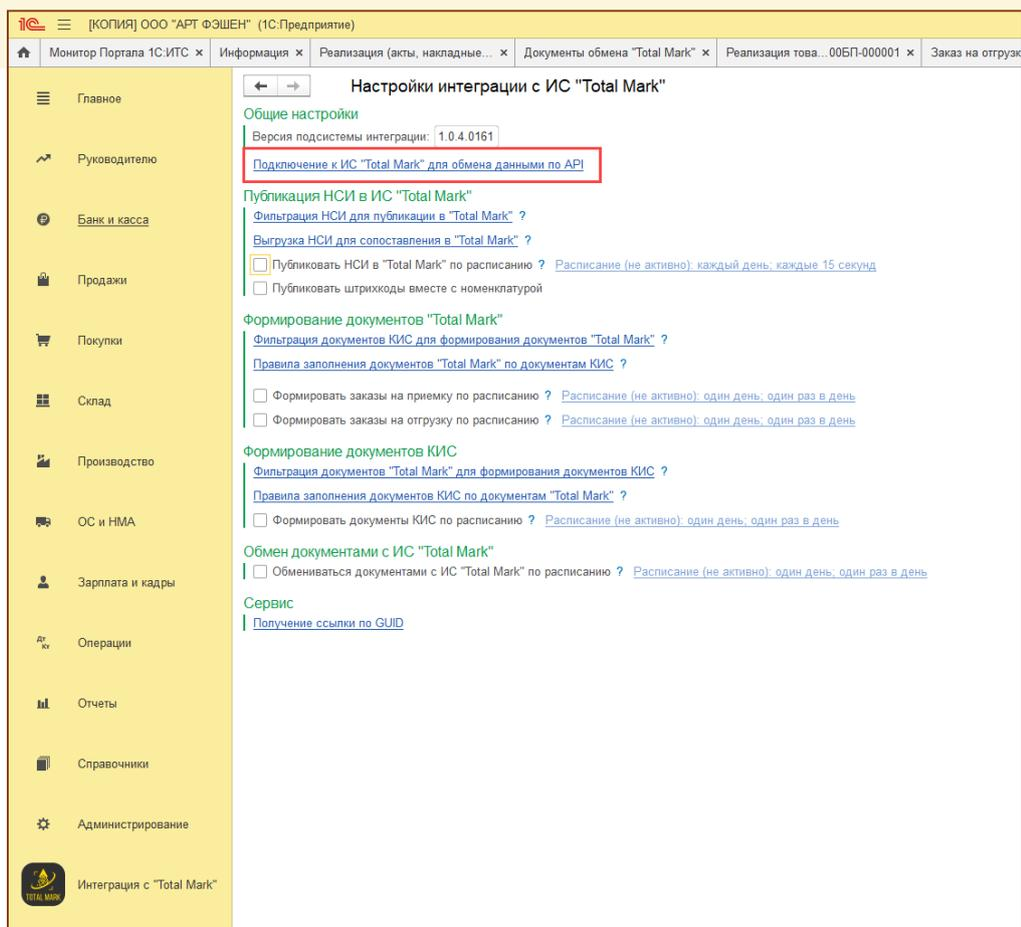
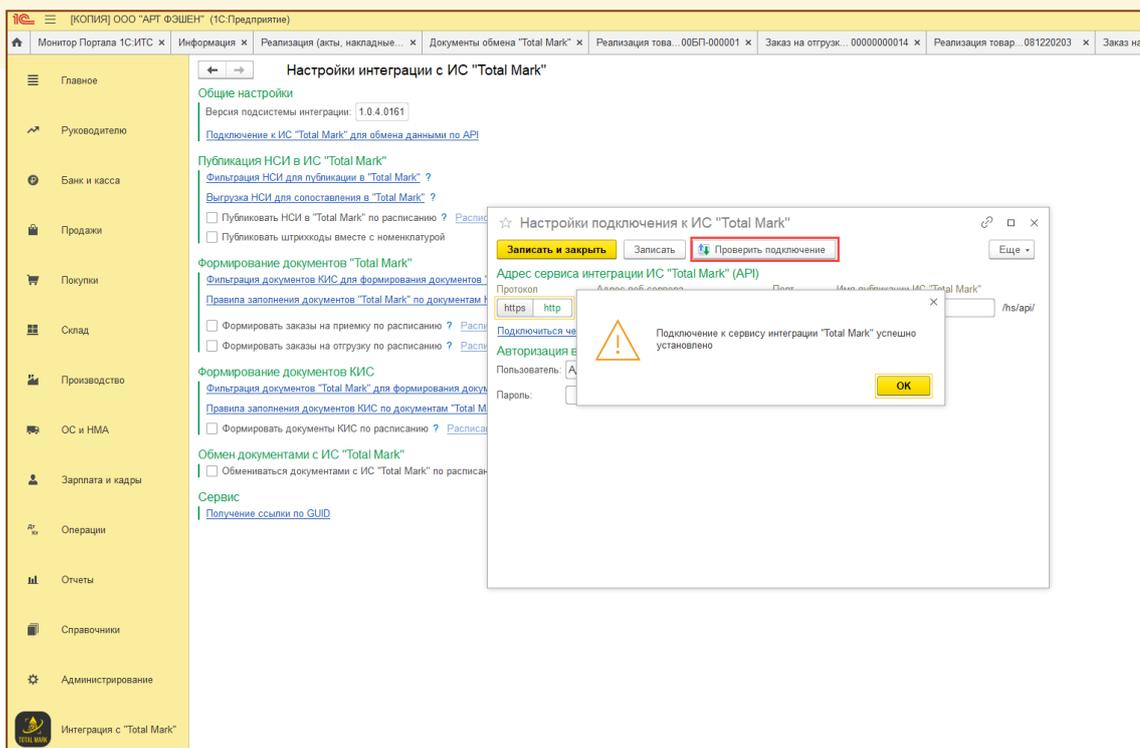

Рис. 3-2 - Настройка подключения к 1С: Total Mark
Рис. 3-4 - Настройка подключения к ИС: Total Mark
- Далее требуется заполнить параметры подключения и выполнить проверку (Рис. 3-2-Рис. 3-4):